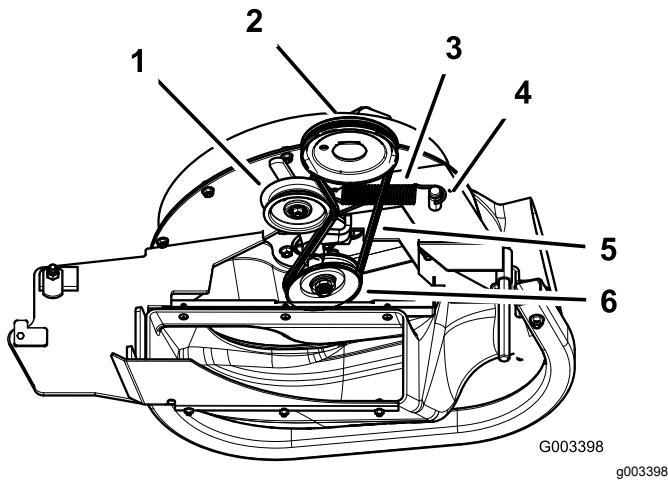

Figure 13
1. Sur les plateaux de 152 et 183 cm, chaussez la courroie sur la poulie de ventilateur (Figure 13).